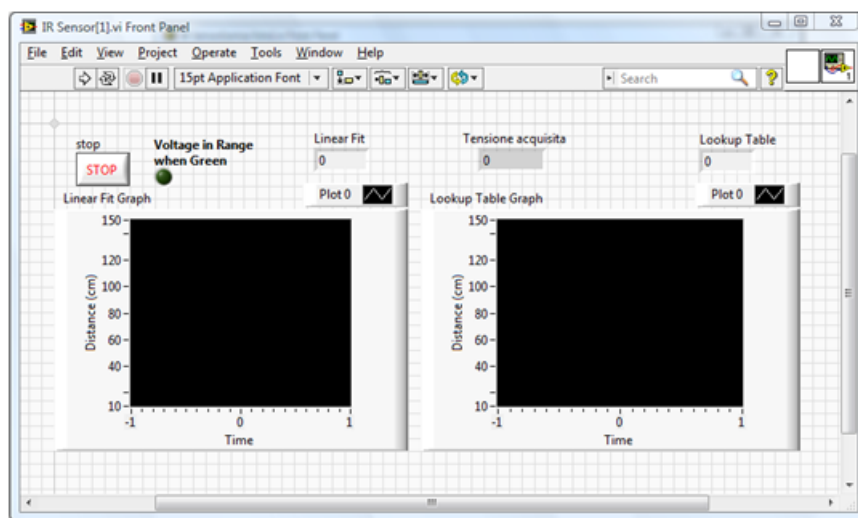

Figura 6.4: Pannello frontale LabVIEW
L'implementazione del pannello frontale in LabVIEW (figura 6.4) non presenta particolari difficoltà. Esso consiste in due grafici e due indicatori ("Linear Fit" e "Lookup Table"), e un LED verde che indica quando la tensione acquisita è nel range ammissibile per essere convertita a una distanza veritiera (20-150 cm). I grafici e gli indicatori numerici mostrano la distanza rilevata, convertita dalla tensione acquisita dal sensore utilizzando i due metodi previsti.
Ora ci si occuperà della costruzione del pannello frontale (figura 6.4). Per prima cosa avviare LabVIEW, aprire un nuovo VI e andare sul pannello frontale. Se si clicca il tasto destro del mouse comparirà la palette **Controls**. Sulla palette alla voce *Modern* selezionare *Boolean* e inserire nel pannello frontale un pulsante di Stop e un Round LED. Poi selezionare *Numeric* e inserire tre indicatori numerici (*Numeric Indicator*), infine selezionare *Graph* e inserire due *Waveform Chart*. Ora con gli strumenti *Positioning* e *Labeling* disporre e rinominare gli indicatori e il controllo di Stop come in figura 6.4. Per quanto riguarda i due grafici, rinominare con lo strumento *Labeling* l'asse Y in "Distanza (cm)" e, dopo aver deselezionato *autoscale y* (tasto destro del mouse sul nome dell'asse desiderato), impostare il valore massimo (150) e minimo (10) sull'asse Y.